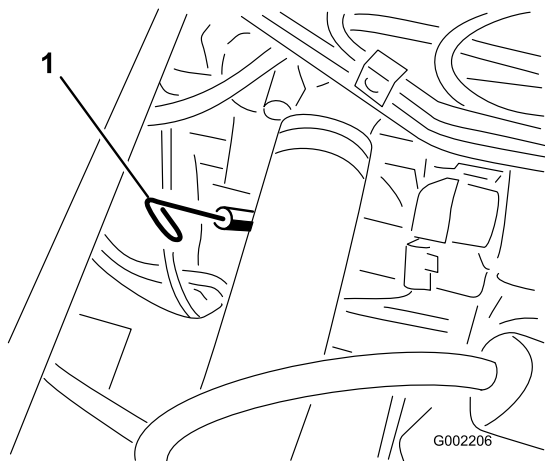

Figure 15
2. Retirez la jauge, située sous le siège du passager, et essuyez-la sur un chiffon propre (Figure 15). Remettez la jauge dans le tube en vérifiant qu'elle est enfoncée au maximum. Sortez de nouveau la jauge et vérifiez le niveau d'huile.